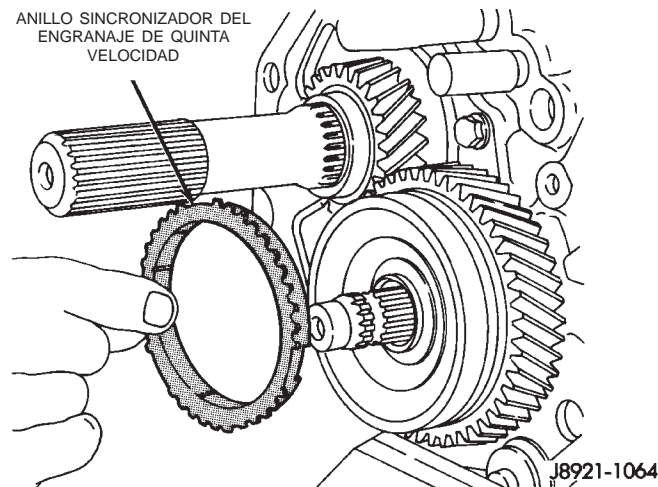

Fig. 53 Desmontaje del anillo sincronizador del engranaje de quinta velocidad
(5) Retire el anillo sincronizador del engranaje de quinta velocidad (Fig. 53).